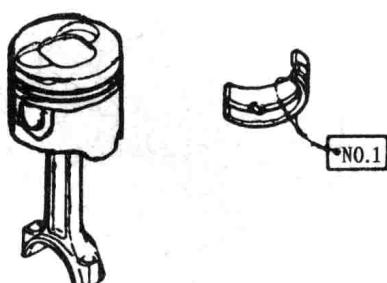

图1-1 在轴承上作标记
- ①连杆轴承。拆卸时,若还要重新安装连杆轴承,应在每个轴承上作标记,如图1-1所示,以便安装时,保持原有的磨合关系。